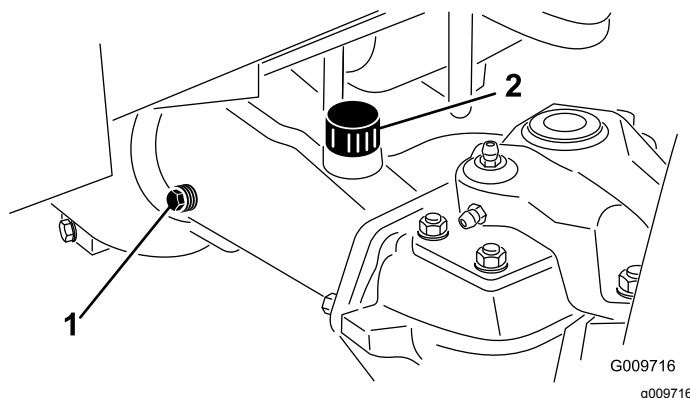

Figure 41
2. Enlevez un bouchon de contrôle à une extrémité du pont arrière (Figure 41) et vérifiez que le lubrifiant atteint la base de l'orifice. Si le niveau est trop bas, enlevez le bouchon de remplissage (Figure 41) et ajoutez une quantité suffisante de lubrifiant pour amener le niveau au bas des orifices de contrôle.